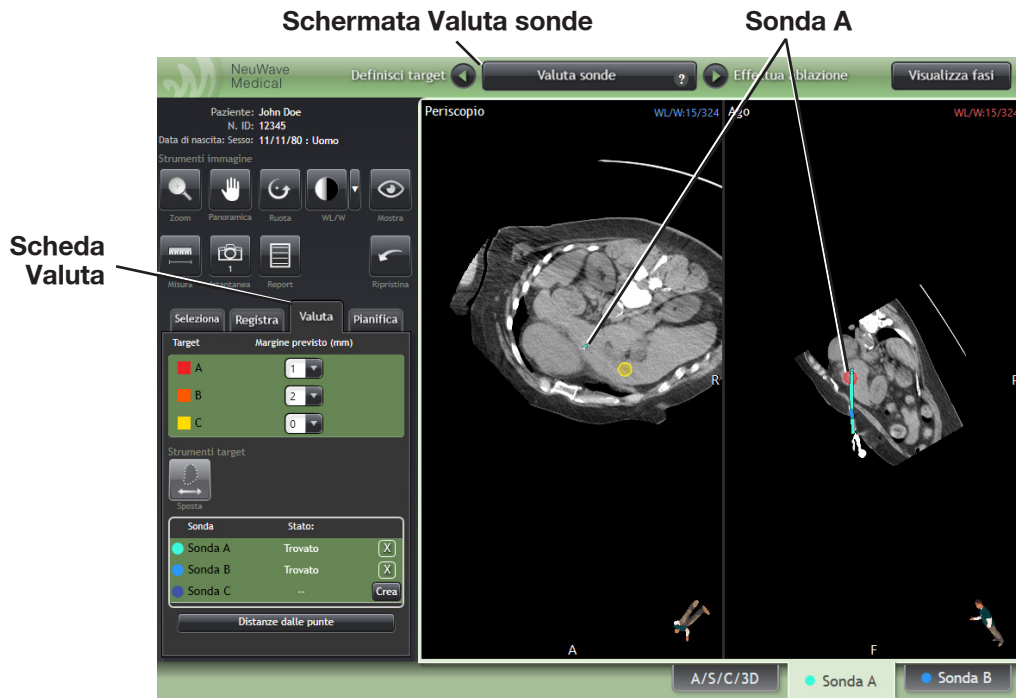

Figura 3-33: Proiezione Periscopio e Ago.
- Fare clic sulle schede **Sonda** nell'angolo in basso a destra delle Proiezioni immagine per esaminare target e sonde in particolari proiezioni. La proiezione Periscopio che appare sul lato sinistro della schermata Proiezione immagine consente di guardare lungo l'asta della sonda (vedere Figura 3-33). La proiezione Ago a destra consente di controllare longitudinalmente la sonda nel tessuto. Fare clic sulla scheda **A/S/C/3D** per tornare alla normale proiezione a quattro immagini.